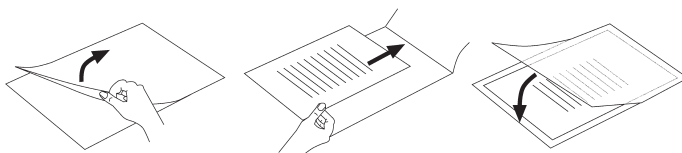

Fig. 2
- Veillez à utiliser un seul film pour la plastification. Ouvrez tout d'abord ce dernier, comme indiqué sur la fig. 2.
- ▶ Veuillez à utiliser un seul film pour la plastification. Ouvrez tout d'abord ce dernier, comme par exemple indiqué sur la fig. 2.